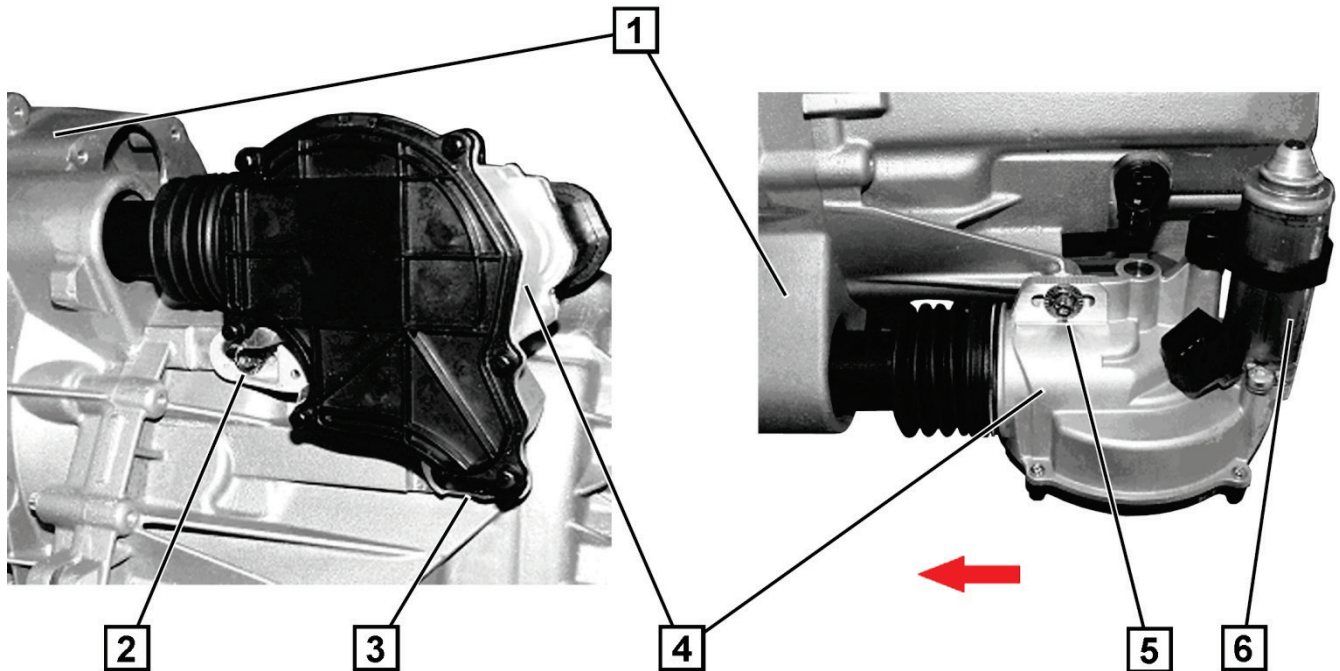

Fig. 1: actuador del embrague: smart fortwo (451) / smart forfour (454) / Mitsubishi Colt VI (Z_)
1. Posicione el actuador del embrague (5) de tal manera en la campana de embrague (3) que el empujador esté correctamente en la toma del empujador en la palanca de desembrague.
3. Apriete el actuador del embrague por **3 marcas de escala** (± 6 mm) en dirección de la flecha (fig. 1).